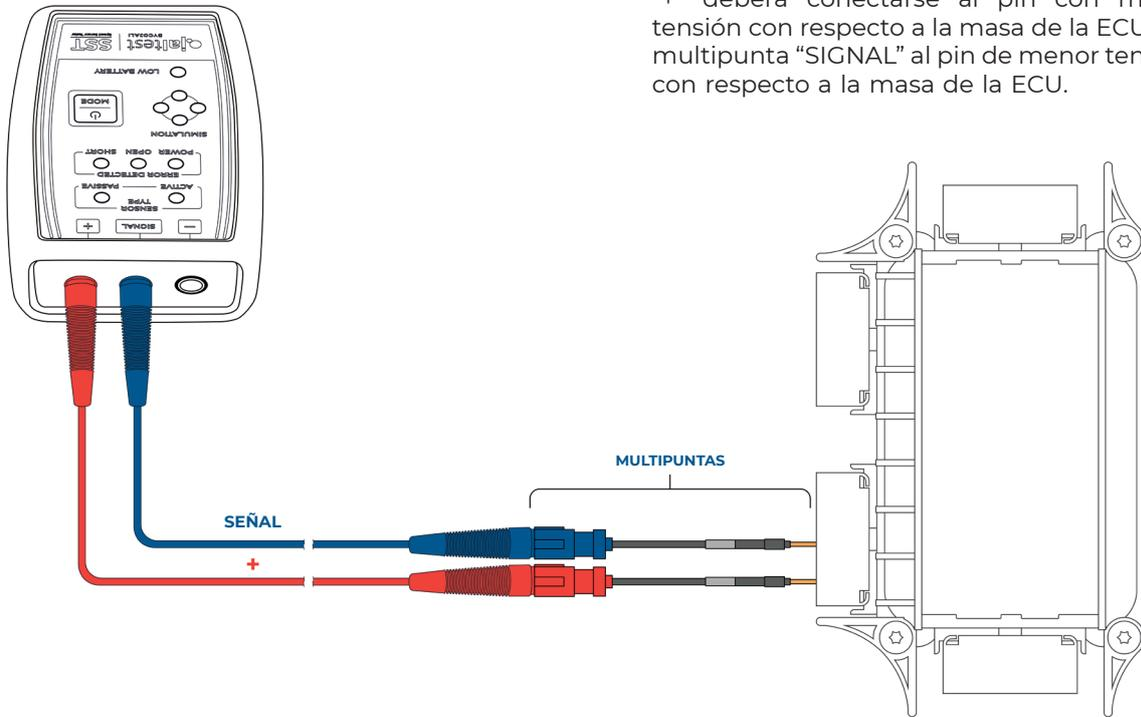

**FIGURA 3**
**1** Desconectar el sensor de velocidad del vehículo y conectar en su lugar el dispositivo Jaltest SST mediante el kit de cables multipuntas según la FIGURA 3 del apartado diagramas de conexión (es posible conectar las multipuntas a la ECU o a un conector intermedio).
**2** Encender el dispositivo y entrar en el modo Simulación Sensor Activo interactuando con el botón de selección de modo (1) de acuerdo a las pulsaciones descritas en la tabla de funciones de la pág. 6. Deben encontrarse encendidos los leds de Simulación y de Sensor Activo, así como los de los errores que pueden aparecer.
**4** Utilizar un software de diagnóstico para verificar que la ECU está leyendo la velocidad simulada por el dispositivo (si no se dispone de dispositivo de diagnóstico, pasar al paso 5). En caso de no leer velocidad, realizar pulsaciones cortas del botón de selección de modo (1) para resetear los errores presentes y ajustar la frecuencia de la señal progresivamente para que pueda ser leída por la ECU: